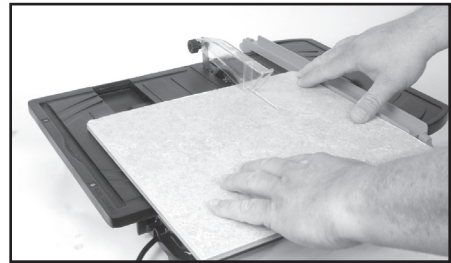

FIGURE 6
3. Pousser doucement le matériel vers la lame (voir FIGURE 6)